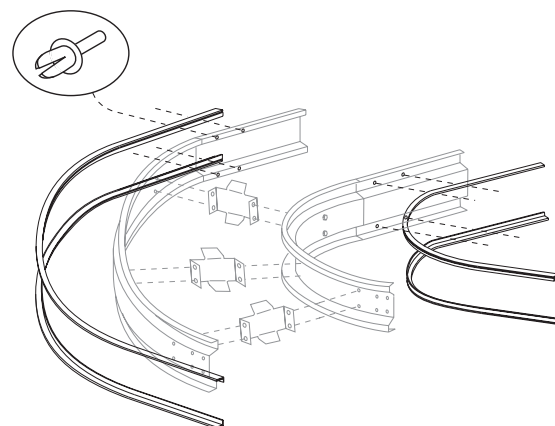

図5
1. 用意されたリベット挿入工具を使用して、カーブから伸びているストレート・ベッド部にリベットを取り付けます(内側、外側、上部および下部)。図5を参照してください。